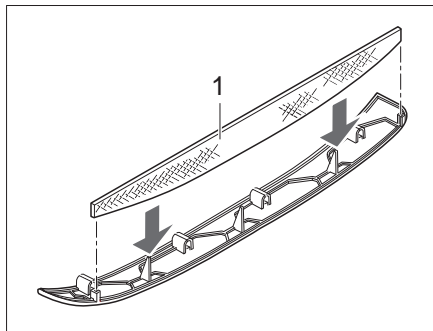
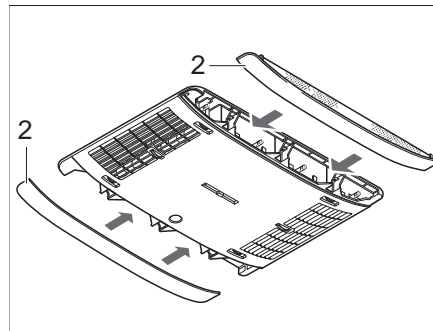

Fig. 274 Filtre à peluches de la climatisation
Fig. 275 Panneaux de la climatisation
Dans les panneaux latéraux (Fig. 275,2) se trouvent deux filtres à peluches. Les filtres à peluches doivent être nettoyés, et si nécessaire remplacés, à intervalles réguliers, au moins cependant tous les 6 mois.
- Enlever le panneau (Fig. 275,2) du distributeur d'air et nettoyer ou, si nécessaire, remplacer le filtre à peluches (Fig. 274,1).